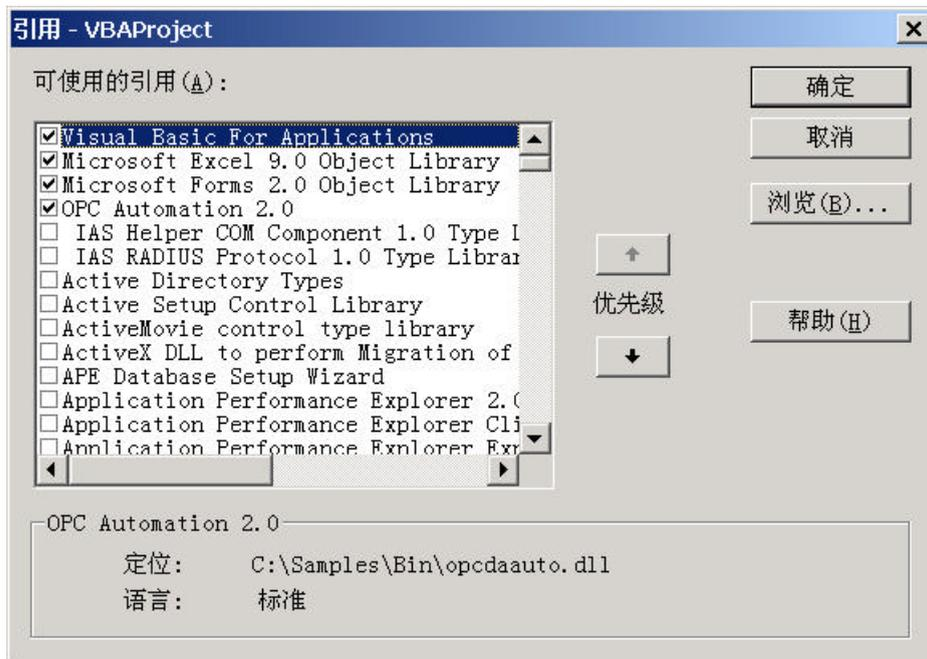

图 4-2 引用的设置
- 3) 从 Visual Basic 编辑器的菜单选择[工具(T)]-[引用(R)...]。在[可使用的引用(A)]的一览表示中，选择对应 OPC 包装 DLL 的文件（图 4-2）。